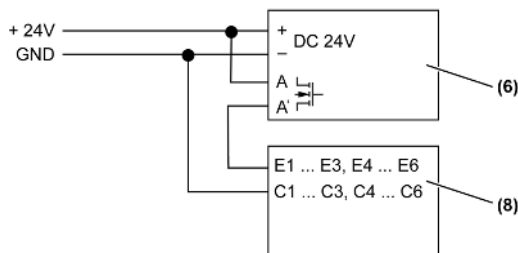

Bild 6: Anschluss an Binäreingang 6fach
| (Bild 6) | (8) Binäreingang 6fach, Art. Nr.: 2116REG |